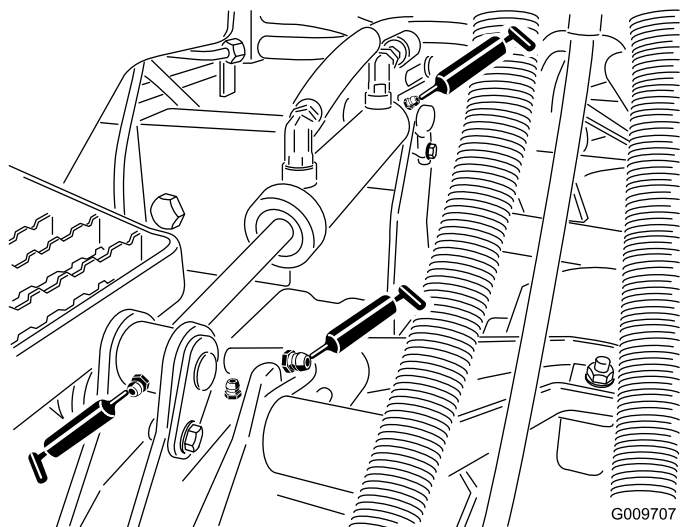

Figura 24
- Boccole (1 per piatto di taglio) del braccio di sollevamento (**Figura 24**).
- Boccole (2 per piatto di taglio) del cilindro di sollevamento (**Figura 24**).